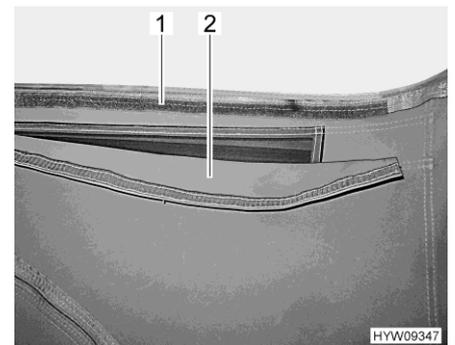

Bild 34 Lüftung (geöffnet)
- Stoffflasche (Bild 34,2) nach oben ziehen und am Klettband (Bild 34,1) andrücken.